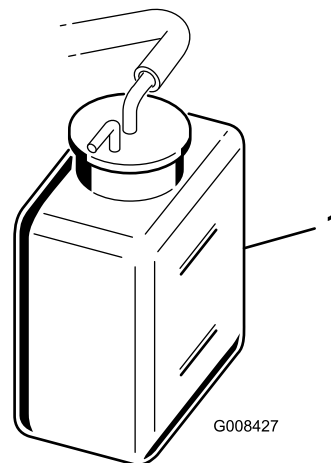

Bild 26
2. Prüfen Sie den Kühlmittelstand (Bild 26).